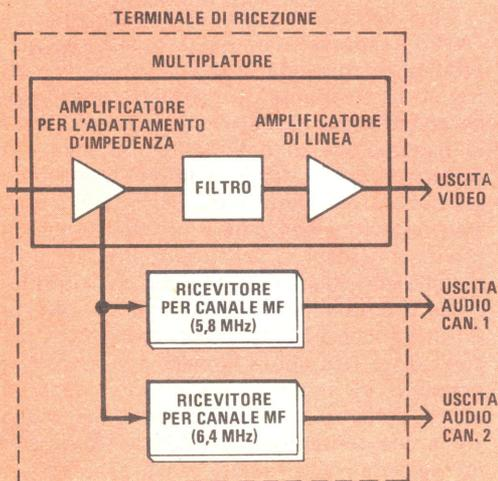

Fig. 2 - Schema a blocchi del Sistema FV-43 per la trasmissione di canali in MF.
**Come funziona** - Nella fig. 2 è illustrato uno schema a blocchi del Sistema FV-43 per la trasmissione di canali in MF. Questo sistema consente la trasmissione di uno o due canali audiofonici di alta qualità, allocati immediatamente al di sopra della banda base video normalizzata (precisamente alla frequenza di 5,8 MHz il canale 1 ed alla fre-